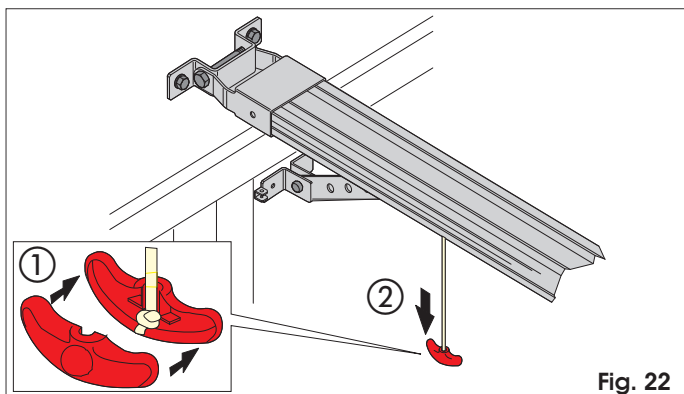

Fig. 22
- 1) Definire l'altezza del pomello di sblocco, considerando che esso deve trovarsi a un'altezza non superiore a 180 cm da terra e tagliare la fune in eccesso. Realizzare un nodo al capo della fune e assemblare la maniglia di sblocco (Fig. 22).
- 2) Tirare la maniglia di sblocco verso il basso e controllare che sia possibile muovere manualmente la porta (Fig. 22).